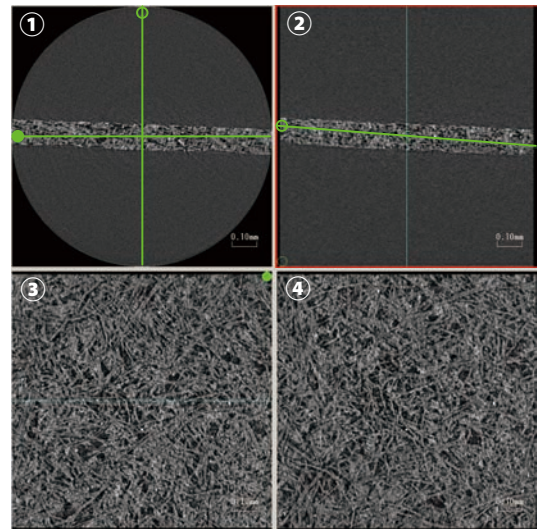

Fig. 2 普通紙 MPR 画像
Fig. 2 は撮像した普通紙の MPR 画像を示しています。MPR 画像は複数枚の CT 画像を仮想空間上に積み上げて、CT 画像①/互いに直交する断面画像②、③/縦断面画像に直交する任意断面画像④を四つ並べて表示する表示方法です。Fig. 2 の MPR 画面において、紙の繊維（パルプ）が絡み合っている様子がわかります。右下④の画像は右上②の画像中の緑色ラインでカットした断面を表示しています。